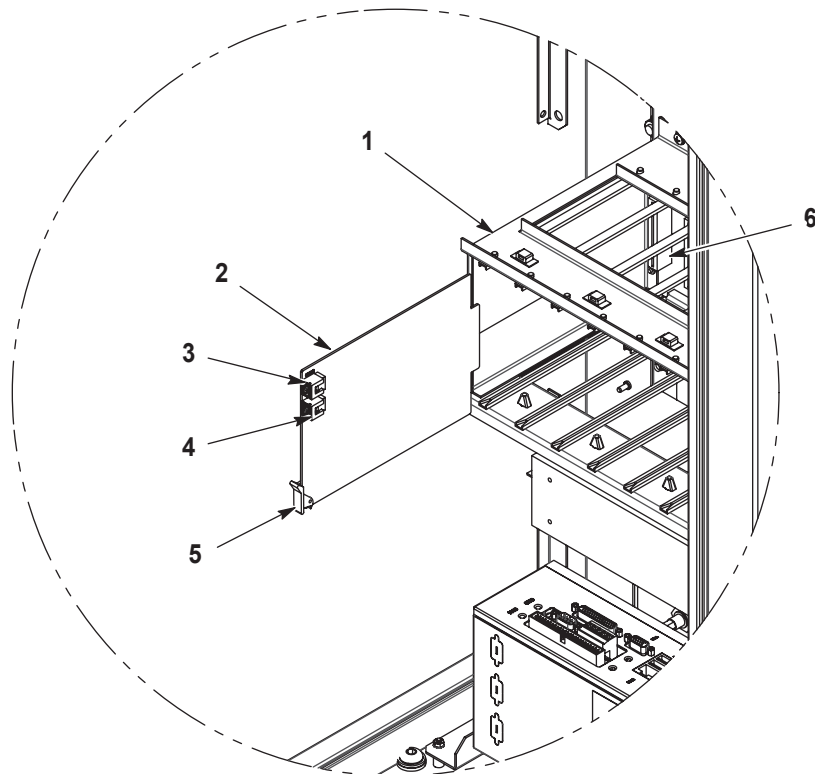

Abbildung 5-1 Ersetzen der Sprühapplikator-Steuerungskarte
Siehe Abbildung 5-1. Die Sprühapplikator-Steuerungskarten (2) werden im Kartengehäuse von links nach rechts installiert. Jede Karte steuert zwei Sprühapplikatoren: die untere Buchse ist die ungerade Sprühapplikatornummer, die obere Buchse ist die gerade Sprühapplikatornummer.